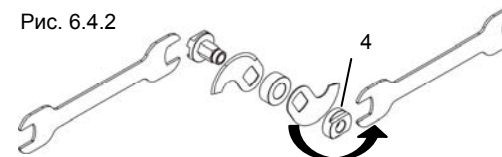

Рис. 6.4.2
- При помощи ключей открутить металлический наконечник "4", как указано на Рис. 6.4.2.